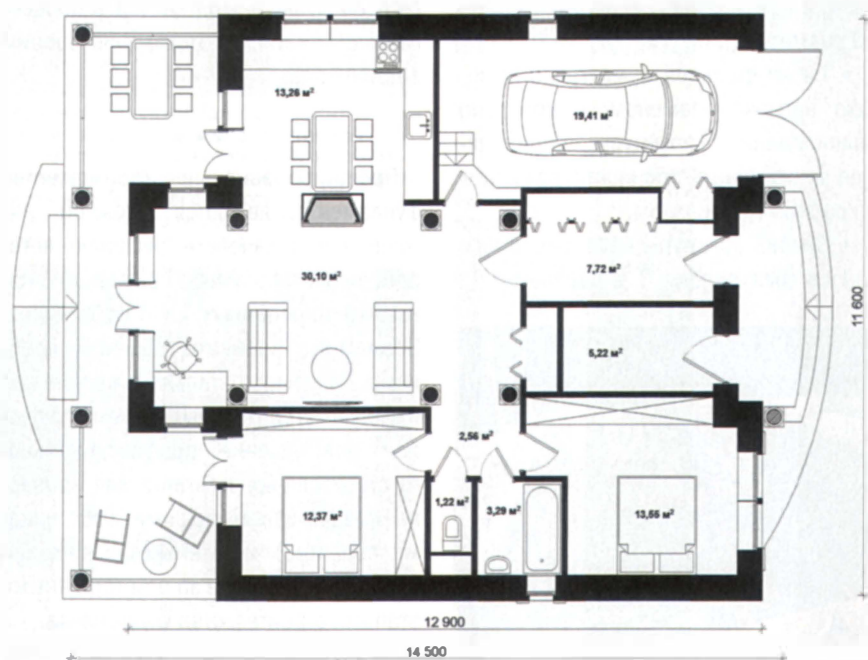

Рис. 1. План дома «Адриатика-2».
- Классическое функциональное зонирование дома, обеспечивающее максимальный комфорт для всех, предполагающее разделение противоположных функций и объединение сходных. В доме выделены три главные группы помещений (рис. 1): входная группа (прихожая, котельная и гараж) со стороны дороги; группа общих комнат (кухня-столовая и гостиная) с выходом на веранду и в сад; группа личных помещений — две спальни и санитарный узел.